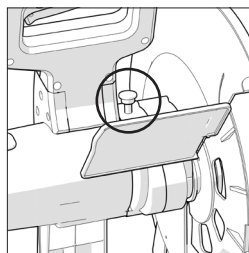

Fig. 3
- Enclenchez le verrouillage de l'arbre en appuyant sur le bouton correspondant. (**Fig. 3**)